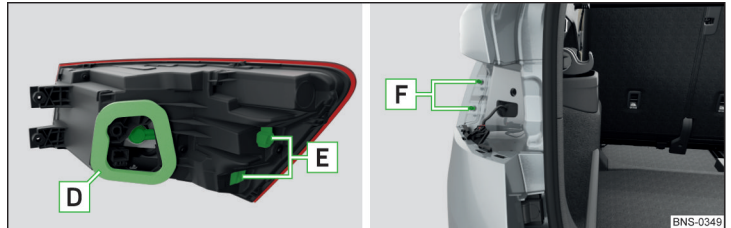

Fig. 375 Montage des lampes
- › Insérez l'ampoule avec les ouvertures **E** sur les boulons **F** » fig. 375 dans la carrosserie et appuyez sur l'ampoule avec précaution » **!**.
- Veillez à ne pas coincer le faisceau de câbles entre la carrosserie et l'ampoule **D** » fig. 375 lors du remontage – risque d'endommagement de l'installation électrique et de pénétration d'eau.